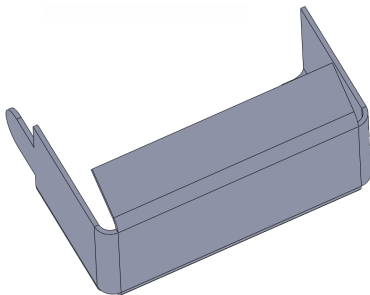

图 9-16 打开素材模型
(1) 单击常用工具栏中的【打开】按钮，打开一幅素材模型，如图 9-16 所示。